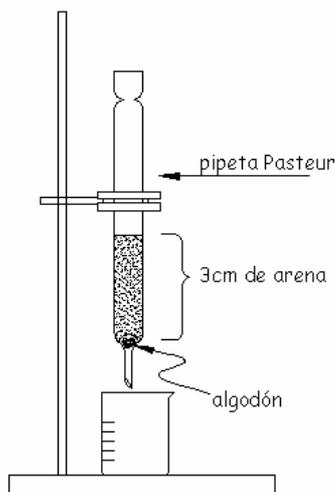

Figura 3
En una pipeta Pasteur, con la ayuda del alambre, coloca un trozo de algodón MUY pequeño en el fondo de la parte gruesa de la pipeta y llena la pipeta con arena hasta una altura de 3 cm. Detén la pipeta con la pinza de tres dedos y coloca debajo de ella un vaso de precipitados limpio (Figura 3).
6. Vierte una pequeña cantidad de la bebida que quieres filtrar en la parte superior de la pipeta. Si la filtración fuera muy lenta, puedes colocar una jeringa unida a la pipeta por medio de una manguera de hule y hacer presión con aire sobre el filtro para que el agua pase más rápido. (Ver, por ejemplo, el experimento 1, Figura 3).